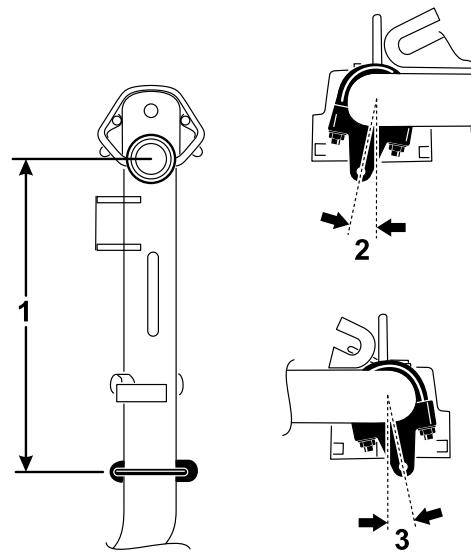

Figure 5
- Sur les bras de levage n° 1, 4 et 5, positionnez les supports de chaînes et les étriers filetés à 38 cm derrière l'axe du pivot (Figure 5).
- Sur les bras de levage n° 1 et 5, tournez les supports vers la droite de 10 degrés par rapport à la verticale (Figure 5).
- Sur le bras de levage n° 4, tournez les supports vers la gauche de 10 degrés par rapport à la verticale (Figure 5).